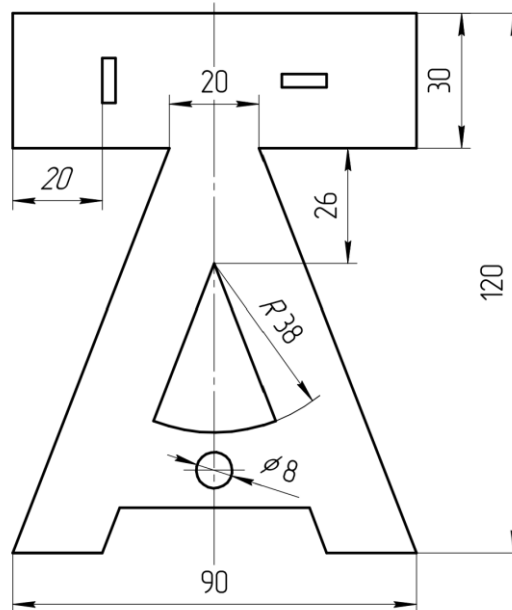

Рисунок 2 Фронтальное изображение ножки модели ученической парты
Техническое задание: Спроектировать и изготовить *Модель ученической парты (масштабированная модель)*, с модернизированными ножками (см.Рисунок 2).
3. Ножки модели должны быть изготовлены в виде буквы «А» с навершием под проушины (см.Рисунок 2)